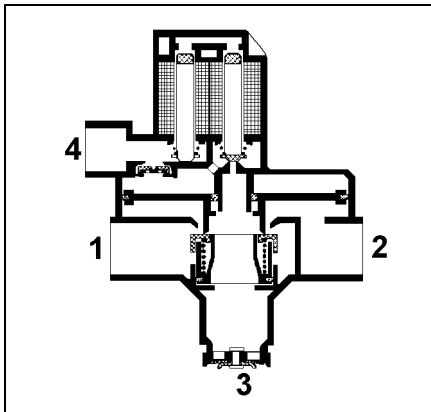

Abb. 12
Der an 4 anliegende Steuerdruck gelangt über die Magnete M1 und M2 in den oberen Kolbenraum und drückt den Kolben (K) nach unten. Es öffnet sich ein schmaler Spalt zwischen 1 und Raum B (siehe Abb. 12). Am Ausgang 2 baut sich Druck auf (angeschlossener Bremszylinder nicht gezeichnet). Da obere und untere Seite des Kolben gleiche Flächen haben, stellt sich der Kolben - sobald der Druck an 2 gleich dem Druck an 4 ist - in die ursprüngliche Stellung. Der Ringkolben liegt wieder am Sitz an - der Durchgang von 1 nach Raum B ist gesperrt.
Druck-Aufbau: (Abb. 12)